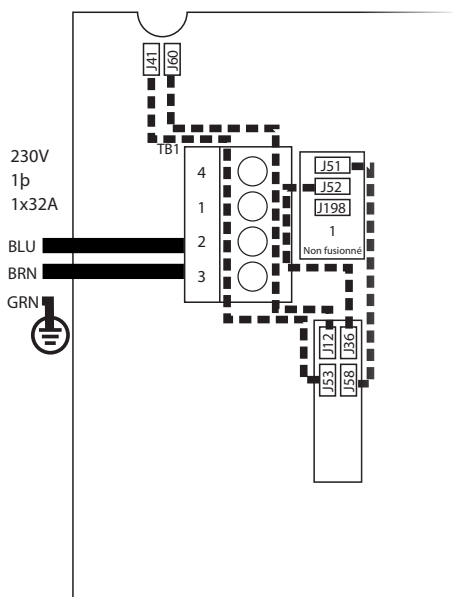

Figure 1
TELLE QUE FABRIQUÉE: CONNEXION SIMPLE (Figure 1)
1. Retirez tous les cavaliers comme indiqué par les lignes pointillées sur la Figure 1 (page précédente).
TELLE QUE FABRIQUÉE : CONNEXION SIMPLE (Figure 1)